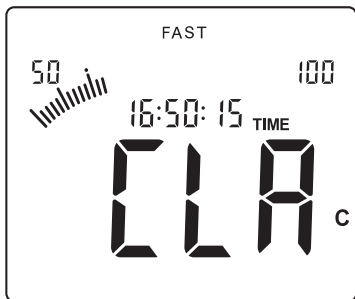

Figura 19
1. Para apagar os dados gravados na memória do aparelho, mantenha a tecla “**A/C CLEAR**” pressionada até que o display exiba o símbolo “**[L R]**”. Nesse momento, todos os dados gravados serão apagados, conforme ilustrado na figura 19.